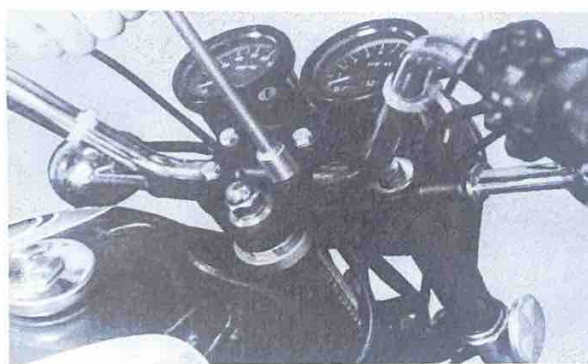

Fig. 16
- Install the handlebar using the removed upper holder and four hexagon bolts. (Fig. 16)
- Installer le guidon à l'aide des chapeaux détachés et des quatre boulons de serrage. (Fig. 16)